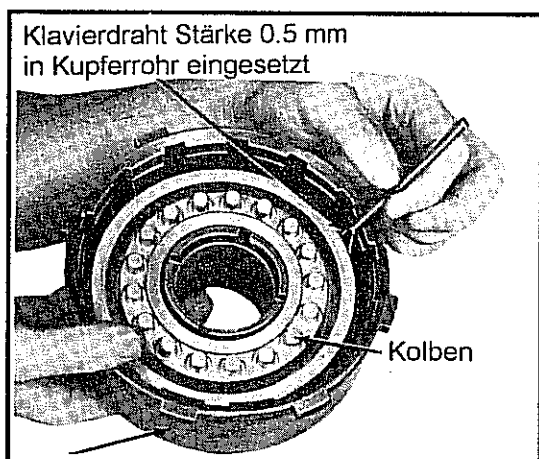

Abb. 10-87 Montage des Betätigungskolbens für Direkten Gang
- Unter Verwendung eines aus Klavierdraht und Kupferrohr hergestellten Spezialwerkzeugs den Betätigungskolben der Kupplung Direkter Gang im Kupplungsgehäuse einsetzen. Siehe Abb. 10-87.